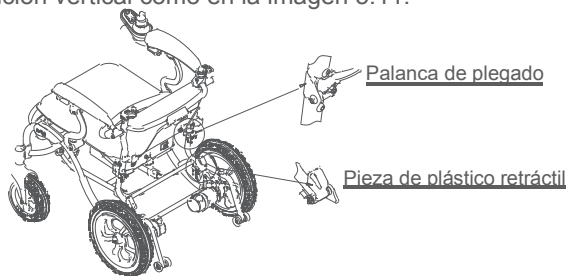

Imagen 5.11
- Tire de la hebilla de bloqueo que se muestra en la imagen 5.5 y del tubo antivuelco que se aprecia en la imagen 5.12. Al mismo tiempo, tire de las palancas de plegado de ambos lados, como se observa en la imagen 5.10. Pliegue la silla de ruedas hacia abajo con firmeza hasta que el pasador elástico quede encajado en la pieza de plástico retráctil. A continuación, disponga la silla en posición vertical como en la imagen 5.11.